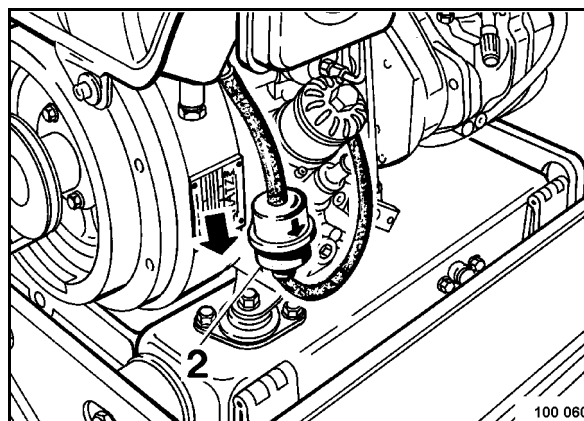

Рис. 82
- Вынуть топливный фильтр (2) (Рис. 82) из нижнего и верхнего шланга.